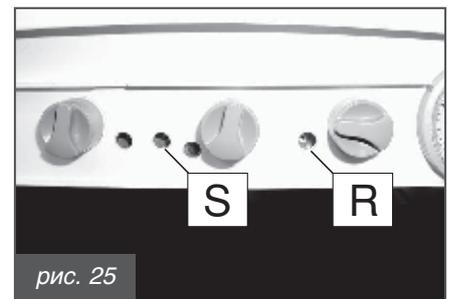

рис. 25
- установить регулятор тепловой мощности R (см. рис. 25) в МАКСИМАЛЬНОЕ ПОЛОЖЕНИЕ, вращая потенциометр ПО ЧАСОВОЙ СТРЕЛКЕ;
- повернуть триммер P ACC (S на рис. 25) в промежуточное положение и, после окончания режима тестирования, проверить, что включение горелки происходит корректно и бесшумно: в противном случае, повысить или понизить мощность включения, действуя на триммер